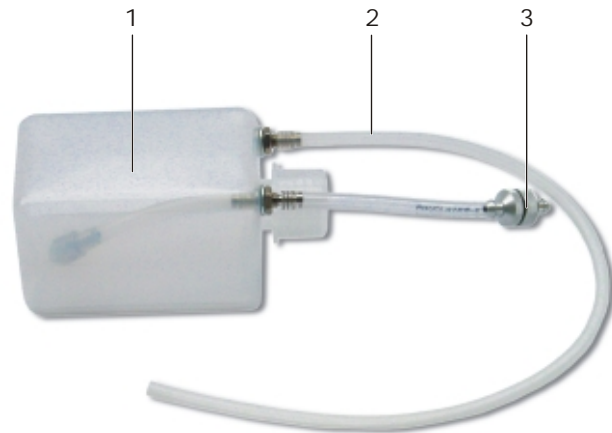
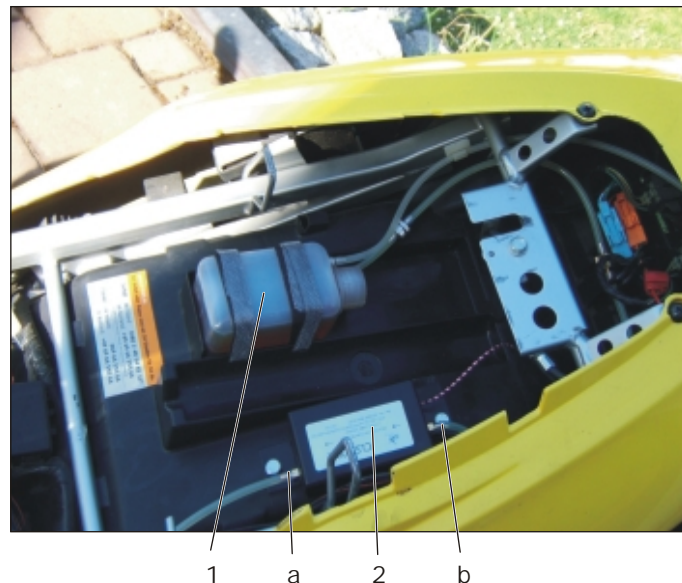

Bild 2 Ölbehälter mit Anschlüssen
Bild 5 Montagebeispiel für Ölbehälter und Elektronikbox
- und folgende Teile (Bild 2 bis 4):
3. Bringen Sie den Belüftungsschlauch (2, Bild 2) oberhalb des Ölbehälters mit Hilfe eines Kabelclips an.
4. Verbinden Sie den Ölfilter (3, Bild 2) mittels Schlauch mit dem Mengeneinstellstück und dieses mit dem Filter am Eingangsanschluss der Elektronikbox (2a, Bild 5). Schieben Sie den Schlauch fest auf die Anschlussnippel.
6. Schieben Sie das obere Schlauchende fest auf den Ausgangsanschluss der Elektronikbox (2b, Bild 5).